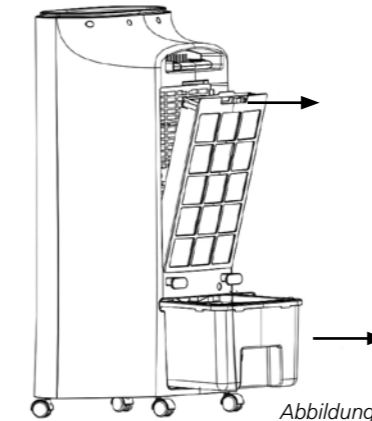

Abbildung 4
1. Ziehen Sie den Filtergriff und entnehmen Sie den Filter aus dem Gerät, siehe Abbildung 4.
1. Entnehmen Sie den Wassertank, siehe Abbildung 4.